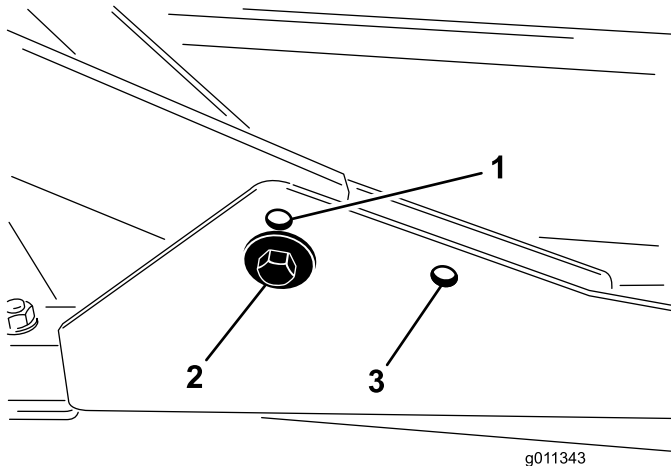

Bild 7
1. Befestigen Sie die vorderen Trägerrahmen für Schnitthöhen von 2,0 cm bis 7,6 cm in den unteren vorderen Befestigungslöchern (Bild 7).
2. Befestigen Sie die vorderen Trägerrahmen für Schnitthöhen von 6,3 cm bis 10 cm in den unteren vorderen Befestigungslöchern (Bild 7).
Befestigen Sie das Heckmähwerk für alle Schnitthöhen in den hinteren Befestigungslöchern (Bild 7).